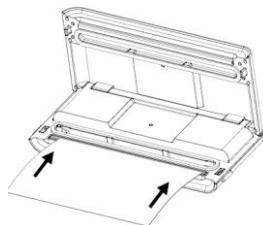

Рис. 2
3. Поместите один край пакета на запаечную планку, но не помещайте в вакуумную камеру. — *Рис. 2*